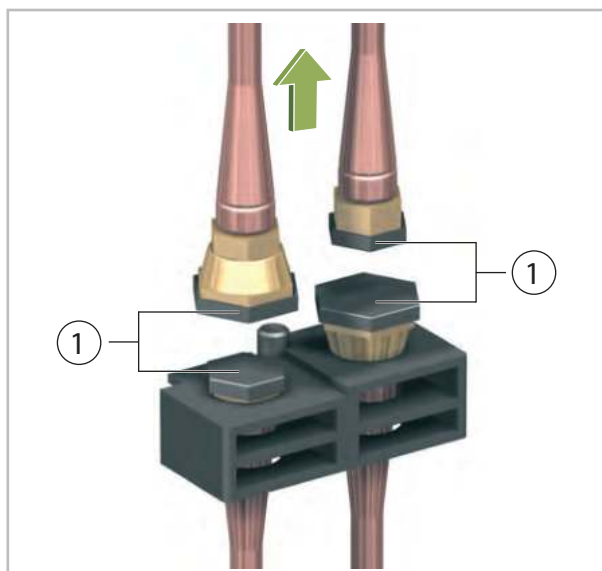

Fig. 16: Visser les bouchons de protection
13. ➤ Vissez les bouchons de protection inclus dans la livraison sur les 4 moitiés d'accouplement (Voir la Fig. 16).